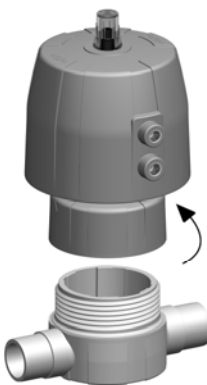

Fig. 13
- ▶ Abra la tuerca de la carcasa con una llave de correa/ herramientas especiales, véase Fig. 13